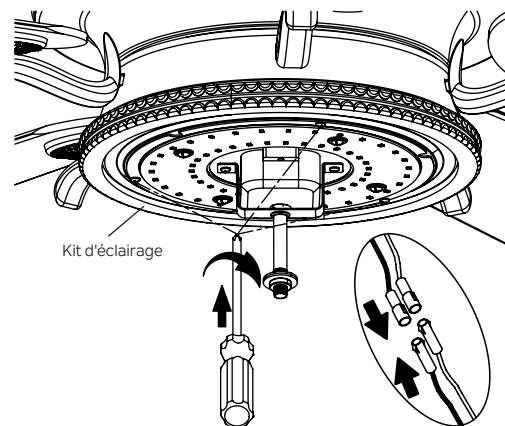

Fig. 24
Étape 1. Tenez le kit d'éclairage LED sur la plaque d'éclairage, puis connectez les 2 connecteurs à une broche du kit d'éclairage aux 2 connecteurs à une broche de l'ensemble moteur. Connectez le fil noir au fil noir et le fil blanc au fil blanc. Fixez le kit d'éclairage à la plaque d'éclairage et serrez solidement avec trois (3) vis du jeu de vis (Fig. 24)